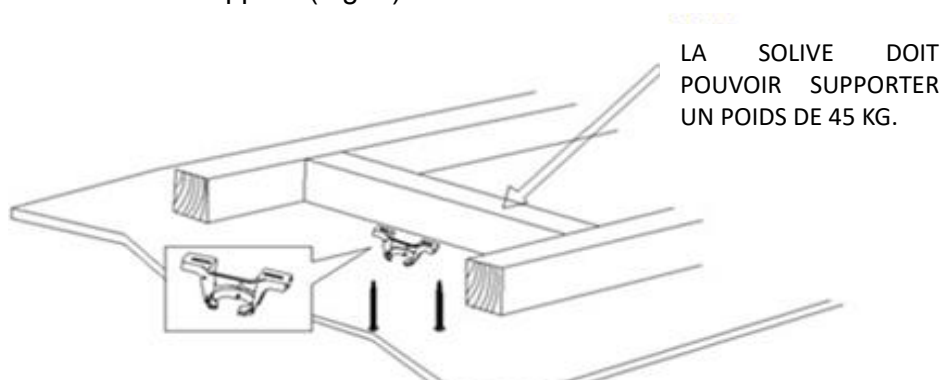

Fig. 2
- Installez le support de suspension à la solive de plafond ou à une structure capable de supporter une charge d'au moins 45 kg, à l'aide des deux longues vis fournies. Veillez à ce qu'au moins 3 cm des vis soient vissés dans le support. (Fig. 2)